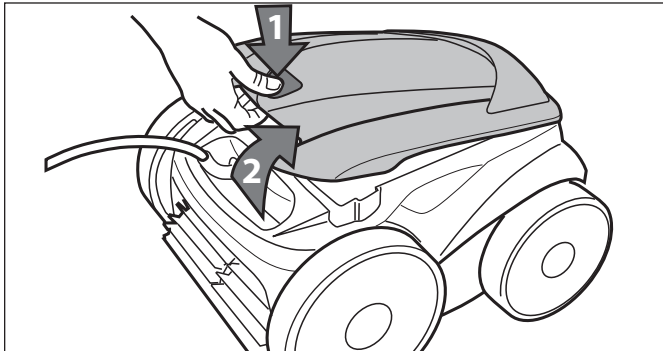

Figura 24. Levante la cobertura del limpiafondos
5. Empuje la cubierta de seguridad (1) y levante la cubierta (2) hasta que quede asegurado en la posición vertical. Vea la Figura 24.